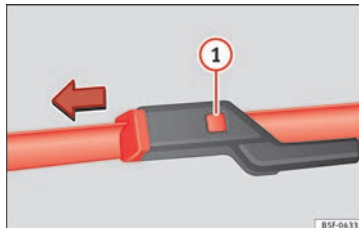

Fig. 78 Remplacement des balais de l'essuie-glace avant.
- Maintenez enfoncée la touche de déverrouillage » fig. 78 ❶ en tirant légèrement le balai dans le sens de la flèche.